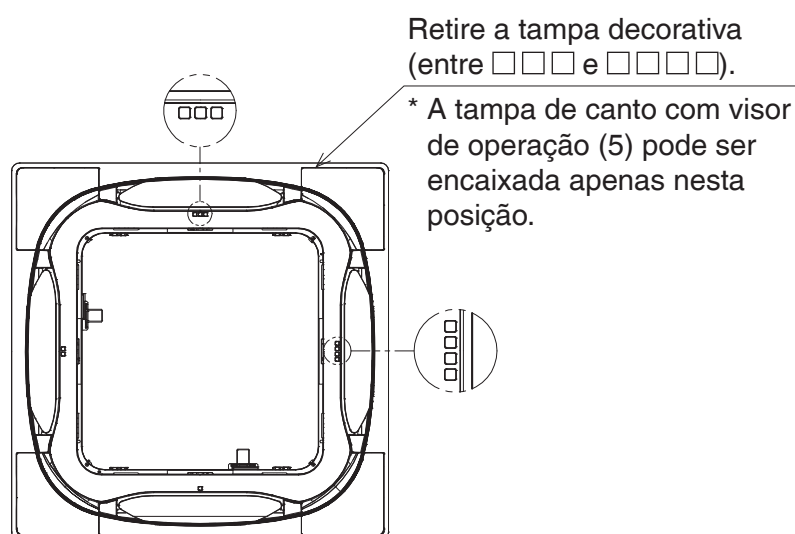

Figura 16
2. Retire a tampa decorativa na posição indicada na **Figura 16** (assinalada com □□□ e □□□□).
(Ver **Figura 16**). (A tampa decorativa removida já não é necessária).